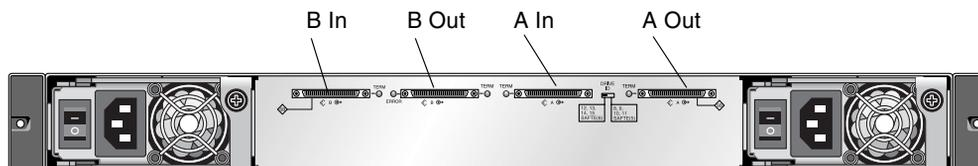

図 4-7 Sun StorEdge 3120 SCSI アレイのポート名
1. シングルバス構成として JBOD ユニットを構成するには、図 4-7 に示すように、SB アイコンでラベル付けされた SCSI ポート、B In ポートおよび A Out ポート間に SCSI ジャンパケーブルを接続します。確実に接続され、操作できるように、ケーブルジャックのネジを時計回りに 6 回完全に回して締め付けます。